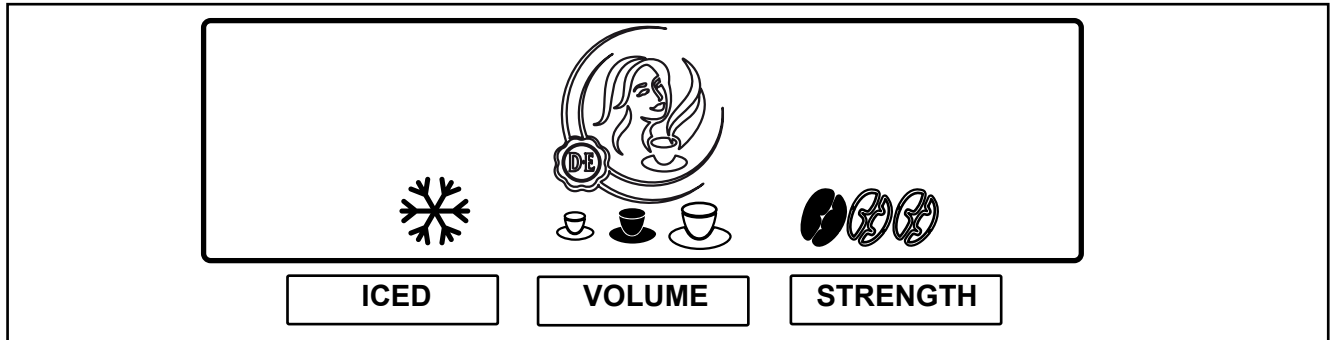

Рис. 15
В автомате предусмотрены возможности предварительного выбора. Они могут быть активированы техником сервисной службы при установке автомата. При нажатии кнопок предварительного выбора на дисплее отображаются следующие символы (Рис. 15):
2. Нажать на кнопку „ICED“ („ХОЛОДНЫЙ“), чтобы активировать этот вариант предварительного выбора. На дисплее появляется символ „ICED“ („холодный“). (Рис. 15)
2. Нажать на кнопку „VOLUME“ („ОБЪЕМ“), чтобы активировать этот вариант предварительного выбора. На дисплее отображаются три чашки (малая - средняя - большая). (Рис. 15)